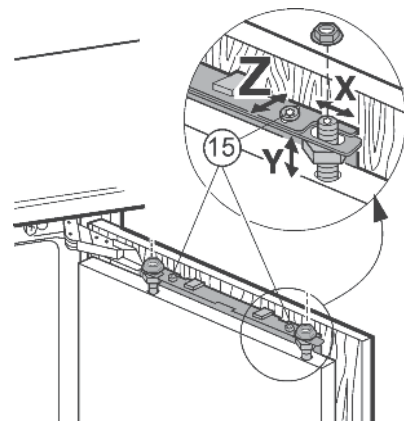

Fig. 20
- ▶ Régler le jeu de la porte du placard en profondeur Z: dévisser les vis Fig. 20 (15) du haut et les vis Fig. 21 (24) du bas, puis déplacer la porte.